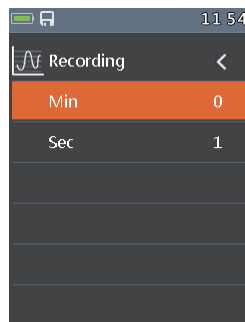

Fig133
- (Fig133) Impostazione dell'intervallo di campionamento da 1 a 59 min: 59 s.